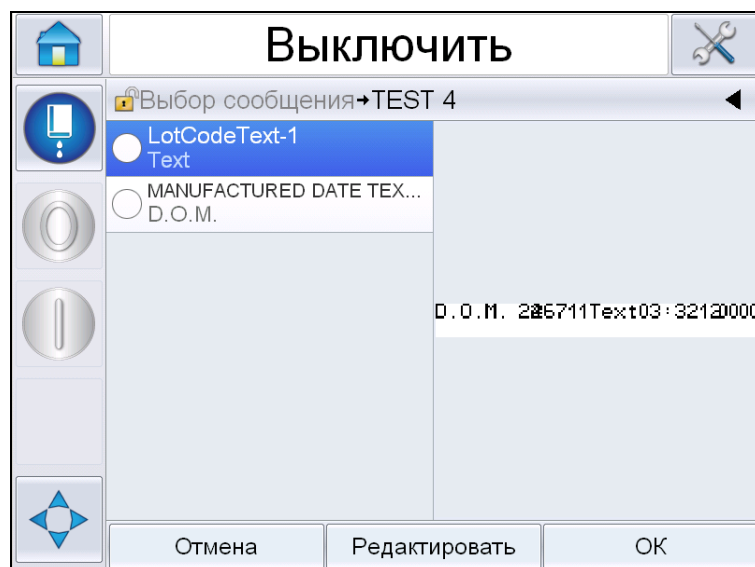

Рис. 4-29: Редактируемые пользователем поля
- 1 Список редактируемых пользовательских полей в сообщении показан при выборе сообщения (смотрите Рис. 4-29 на стр. 4-34).